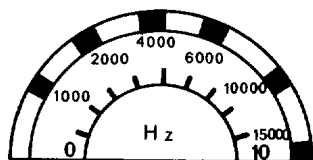

Abb. 21
1. Drehe beide großen Skalenknöpfe auf 0 (s. Skala, Abb. 21 und 22).
3. Mit dem rechten Skalenknopf E erzeugst du jetzt jeden Ton zwischen 0 und 1500 Hz und mit dem linken Knopf D Frequenzen zwischen 0 und 15000 Hz. Wenn du jedoch beide Knöpfe aufdrehst, ist die abgestrahlte Frequenz die Summe beider Zahlen, die du auf den Skalen (Abb. 21/22) abliest. Zeigt z. B. die linke Skala 15000 Hz und die rechte 1500 Hz, erzeugst du 16500 Hz. Das ist die höchste Frequenz. Möchtest du einmal testen, wie euer Radio die Töne wiedergibt? Dann klemme an die Außenanschlüsse U und V zwei isolierte Drähte und stecke sie in den Tonband- oder Plattenspieleringang des Radios. Nun brauchst du nur noch den Knopf des Umschalters nach links zu drücken, und damit wird die Tonfrequenzspannung zum Radio geleitet.